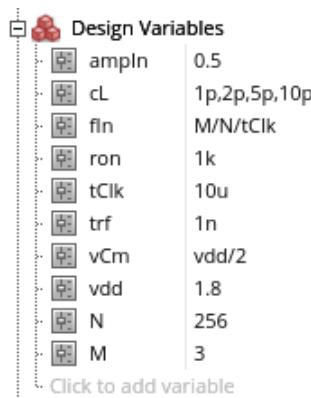

图 65 $\frac{kT}{C}$ 噪声仿真 Design Variables 设置
1. 在 ADE Explorer 界面中, 修改 Design Variables 中的 ron 为 1k, cL 为 1p, 2p, 5p, 10p, 如图 65 所示。